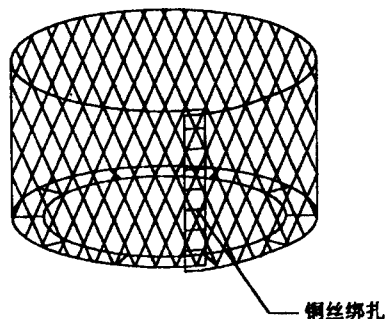

图2
3、保温板拼接处应严密, 不得张口, 如遇有排水坡交线处及墙角部有找坡时, 板侧应截成斜口使拼缝严密如图2。